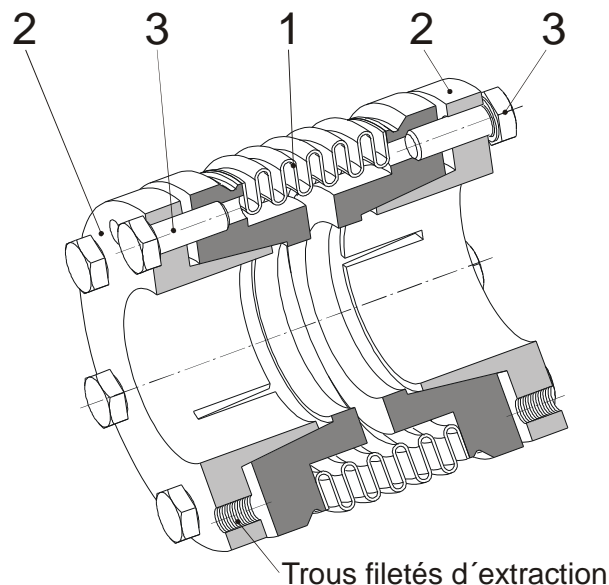

Fig. 1: Type 931.311
Montage du Type 931.311 (fig. 1)
Pour le démontage, deux trous filetés d'extraction sont prévus sur les bagues coniques (2) (quatre pour la taille 5) (fig. 1). Après avoir retiré toutes les vis à tête hexagonale (3), les bagues coniques (2) peuvent être extraites des moyeux du soufflet métallique (1) à l'aide des vis à tête hexagonale (3). Pour le démontage des moyeux à serrage radial (4.1), il suffit de desserrer les vis cylindriques (5). Avant de séparer le côté moteur du côté récepteur, vérifier que les deux bagues de serrage soient décollées des arbres afin de ne pas détériorer le soufflet métallique.